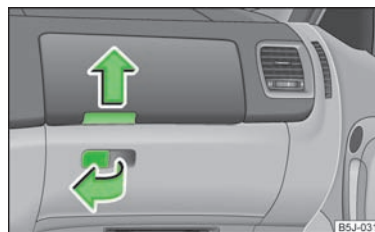

Fig. 63
- Puxe a pega da tampa no sentido da seta » Fig. 63 e rebata a tampa para baixo.